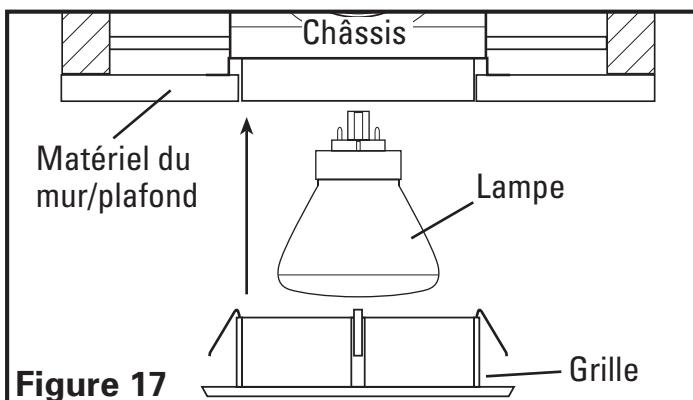

Figure 17
- Modèles avec lumière à halogène :** Installez la lampe à halogène incluse en l'insérant délicatement dans la douille et en la faisant tourner jusqu'à ce qu'elle soit bien positionnée (Figure 17).
- Modèles avec lampe fluorescente :** Installez la lampe fluorescente à quatre tiges en l'insérant délicatement dans le culot et en la poussant vers l'intérieur jusqu'à ce qu'elle soit bien positionnée (Figure 17).
REMARQUE : La lampe fluorescente est illustrée à la Figure 17.
- Installez la grille dans le châssis de la grille de plafond en la poussant fermement vers l'intérieur, vers le châssis, jusqu'à ce qu'elle soit à effleurement du matériau du mur ou du plafond. (Figure 17).
Modèles à halogène : Retirez la lampe en la faisant doucement tourner jusqu'à ce qu'elle se libère de la douille et remplacez-la avec une lampe Air King modèle 50WHA ou équivalent de 50 watts, MR16, 120 volts EXN/GU10. (Figure 17).
Modèles à fluorescents : Retirez la lampe en la faisant balancer doucement tout en tirant vers l'extérieur jusqu'à ce qu'elle se libère de la douille et remplacez-la exclusivement avec une lampe Air King modèle 14WFW (Figure 17).